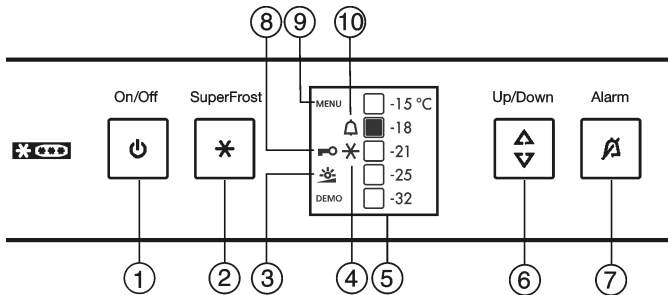

Fig. 3
- A SuperFrost ikon Fig. 3 (4) villog a hőmérsékletjelzővel együtt.